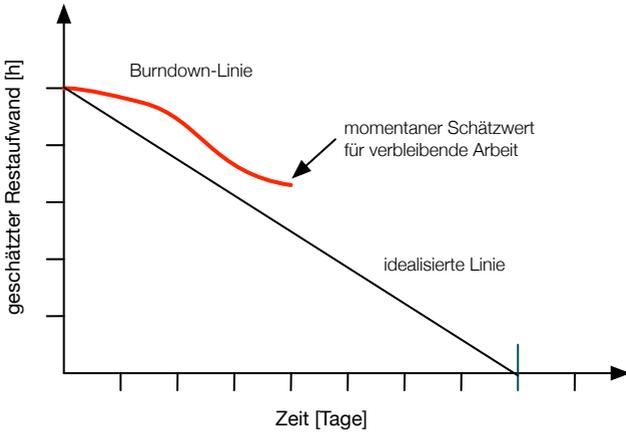

Abbildung 6.3: Burndown-Chart.
- Burndown-Chart, siehe Abb. 6.3